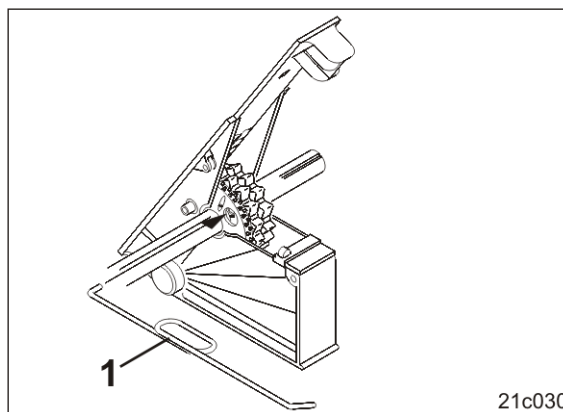

Fig. 140
1. Trykk stiftet bak boringen frem til anslaget inn i det normale såhjulet med den medfølgende nøkkelen (Fig. 140/1).